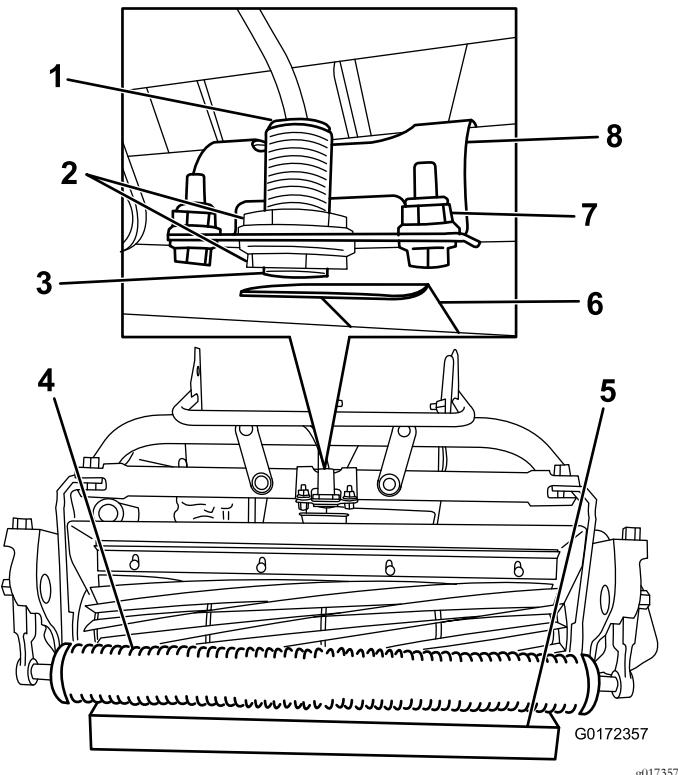

Bild 18
2. Lösen Sie die Klemmmmuttern am Sensor und stellen Sie den Sensor so ein, dass ein Gewinde unter der unteren Klemmmutter sichtbar ist (Bild 18).
4. Stellen Sie einen 3,8 cm dicken Block unter die Rolle an der Frontschneideinheit (Bild 18).
5. Lösen Sie die Befestigungen, mit denen die Sensorhalterung am Rahmen befestigt ist (Bild 18).
8. Drehen Sie die Sensorhalterung zur Zielplatte, bis die Lampe oben am Sensor aufleuchtet (Bild 18). Wenn sie bereits aufleuchtet, drehen Sie sie von der Zielplatte weg, bis sie ausgeht; drehen Sie sie dann in umgekehrter Richtung, bis sie wieder aufleuchtet.